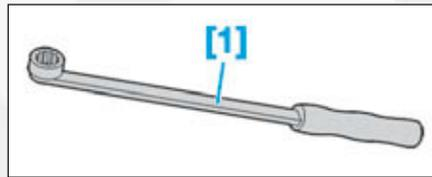

FIG.1
- [1]. Levier de compression du galet tendeur (réf Citroën : 0188-Z) (Fig.1).